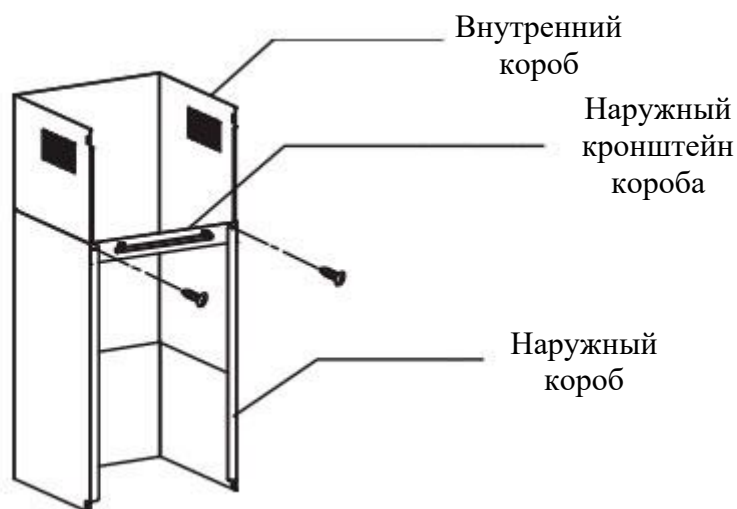

Рис. 4
- Закрепите наружный кронштейн короба на наружном коробе и убедитесь, что внутренний короб можно свободно регулировать по высоте. Смотрите рис. 4.